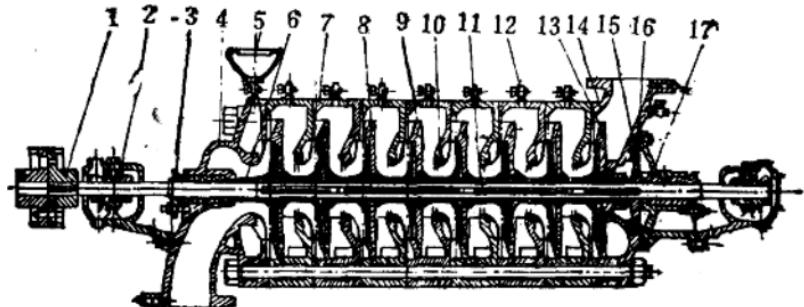

图 6 DA型水泵剖面图
(3) 多级离心泵：这种泵是将几个叶轮装在一根轴上串联地工作，有几个叶轮，就称几级泵。它的扬程和轴功率是各个叶轮的单级扬程和轴功率之和。扬程较高，一般在14~350米。它的结构复杂，比较笨重。如DA型泵、XD型泵属于这类。（图6）
(4) 自吸离心泵：在启动前无须向吸入管内灌水就能